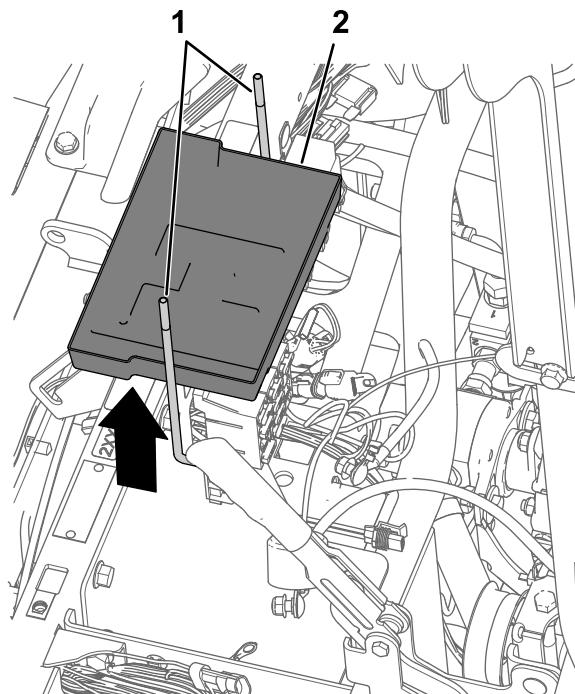

Figura 171
5. Rimuovete i 2 bulloni a J e il vassoio della batteria dalla staffa della batteria (Figura 171).